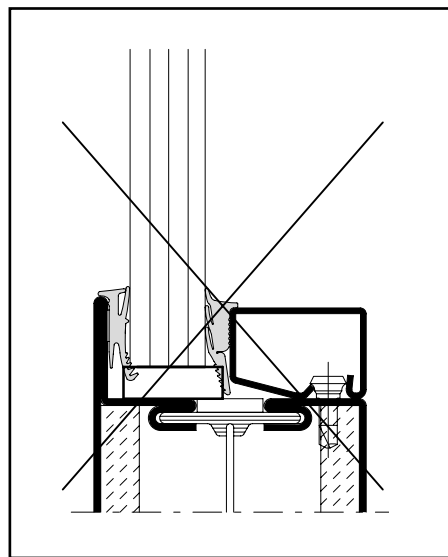

Abb. 20 / Fig. 20 / Fig. 20
- Es ist darauf zu achten, dass die Glasklötze glasleistenseitig gegenüber dem Glas nicht zu stark vorstehen. Ansonsten wird die Montage der Keildichtung erschwert (Abb. 20).
- Veiller à ce que dans la zone de calage du coté des parcloses la cale ne ressorte pas trop. Cela compliquerait la pose du joint (fig. 20).
- Ensure that the glazing pads do not protrude excessively past the glass on the glazing bead side. Otherwise the installation of the wedge weatherproofing will be made more difficult (Fig. 20).